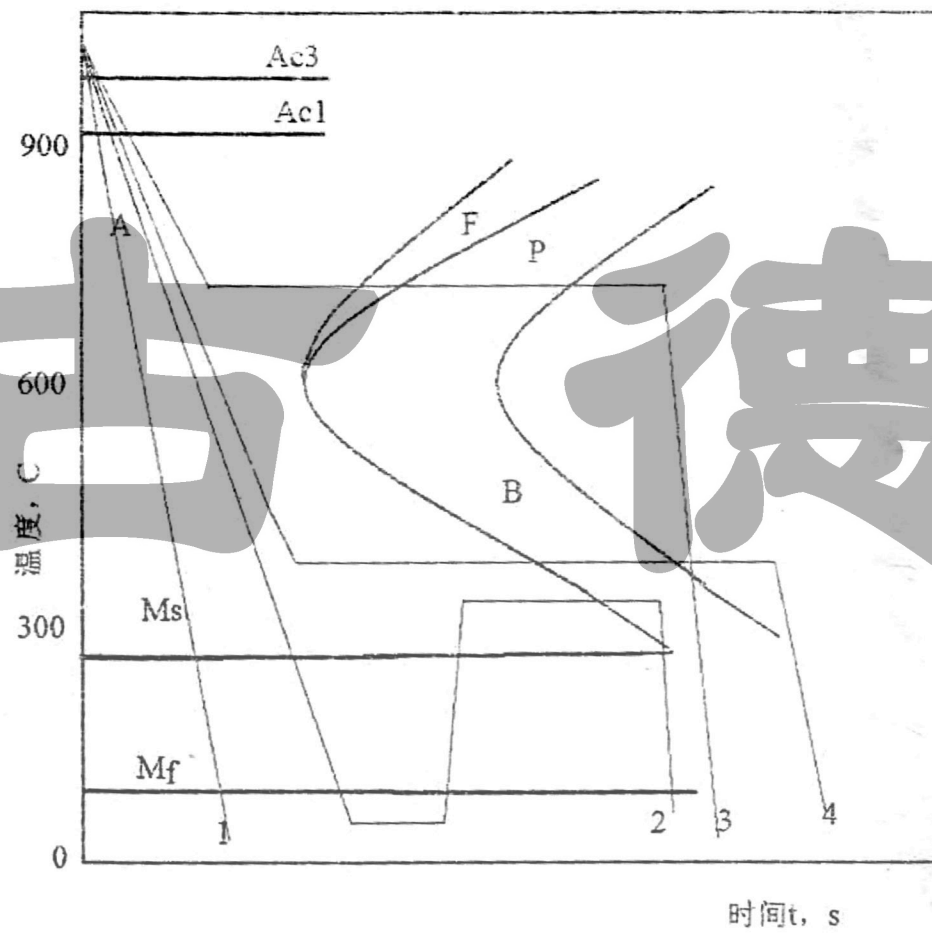

图3 某中碳合金钢的CCT曲线
3. 请根据下列 CCT 曲线 (图3) 回答问题: (15分)